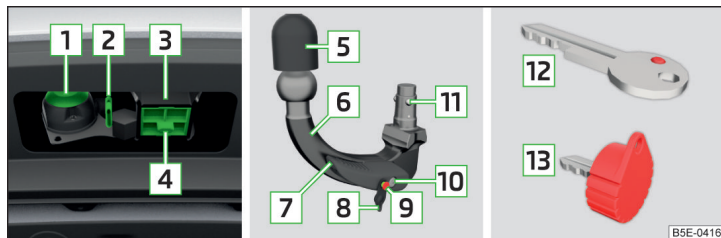

Fig. 185 Soporte del dispositivo de enganche para remolque / barra de cabeza esférica / llave (variante 1 y 2)
Soporte del dispositivo de remolque y barra de cabeza esférica » fig. 185
- Extraiga la caperuza protectora de la cavidad de alojamiento **[4]** » fig. 185 de la pág. 174 hacia abajo.